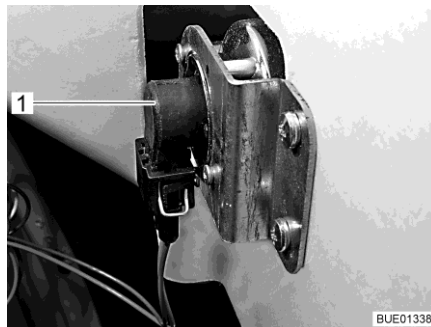

Bild 161 Fahrtrichtungsanzeiger
- Hinter den Lampenhalter (Bild 161,1) greifen.